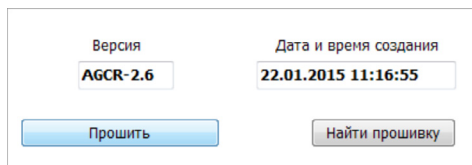

Рис.13. Чтение прошивки и загрузка прошивки в устройство.
- После загрузки файла прошивки пользователю станет доступной кнопка «Прошить» и появится информация о прошивке: версия, дата и время создания файла (Рис.13).